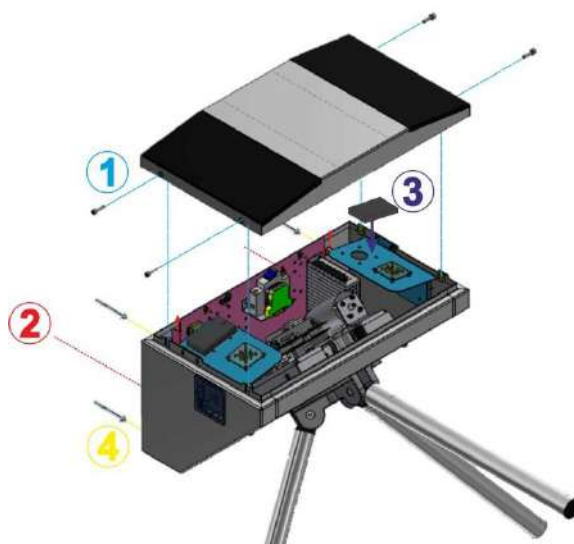

Рис. 18 – Общий вид сборки турникета-трипода «SKULL-M»
10) Для доступа к крепежным и технологическим отверстиям и клеммным колодкам турникета «SKULL-M» нужно снять крышку, открутив 4 винта на торцах (см.Рис.18).